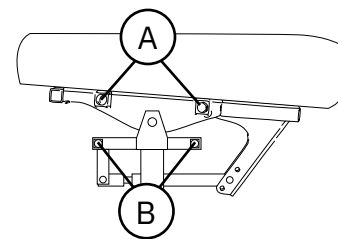

Figure 5.52. Positionnement de l'accoudoir en cas d'utilisation de l'inclinaison de l'assise.
En cas d'utilisation de l'inclinaison de l'assise, les accoudoirs peuvent être montés de sorte à ce qu'ils suivent l'assise lorsqu'elle s'incline ou à ne pas la suivre (voir figure 5.52). Accoudoirs inclus en standard avec l'inclinaison électrique de l'assise. Accoudoirs non inclus en standard avec l'inclinaison manuelle de l'assise. L'accoudoir Hemiplegi doit toujours être installé de manière à suivre l'inclinaison de l'assise.
L'accoudoir peut être monté de manière à accompagner l'inclinaison de l'assise (A) ou à ne pas la suivre (B), voir figure 5.52.